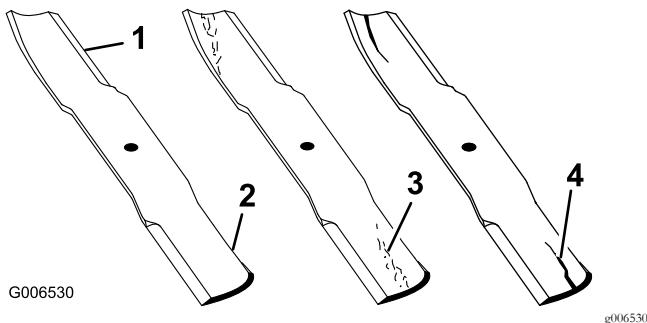

Figura 54
1. Controllate i taglienti (Figura 54).
4. Se notate incrinature, usura o scanalature in questa zona, montate immediatamente una nuova lama (Figura 54).